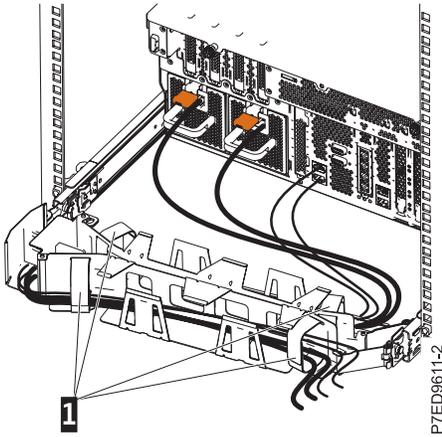

Abbildung 18. Netzkabel verlegen und anschließen
- Verlegen Sie die Netzkabel und anderen Kabel (für Tastatur, Monitor und Maus, falls erforderlich) am Kabelträger (1), wie in Abb. 18 auf Seite 14 dargestellt. Schließen Sie alle Kabel außer dem Netzkabel an der Rückseite des Servers an. Sichern Sie alle Kabel mit Kabelbindern oder Klettverschlüssen.